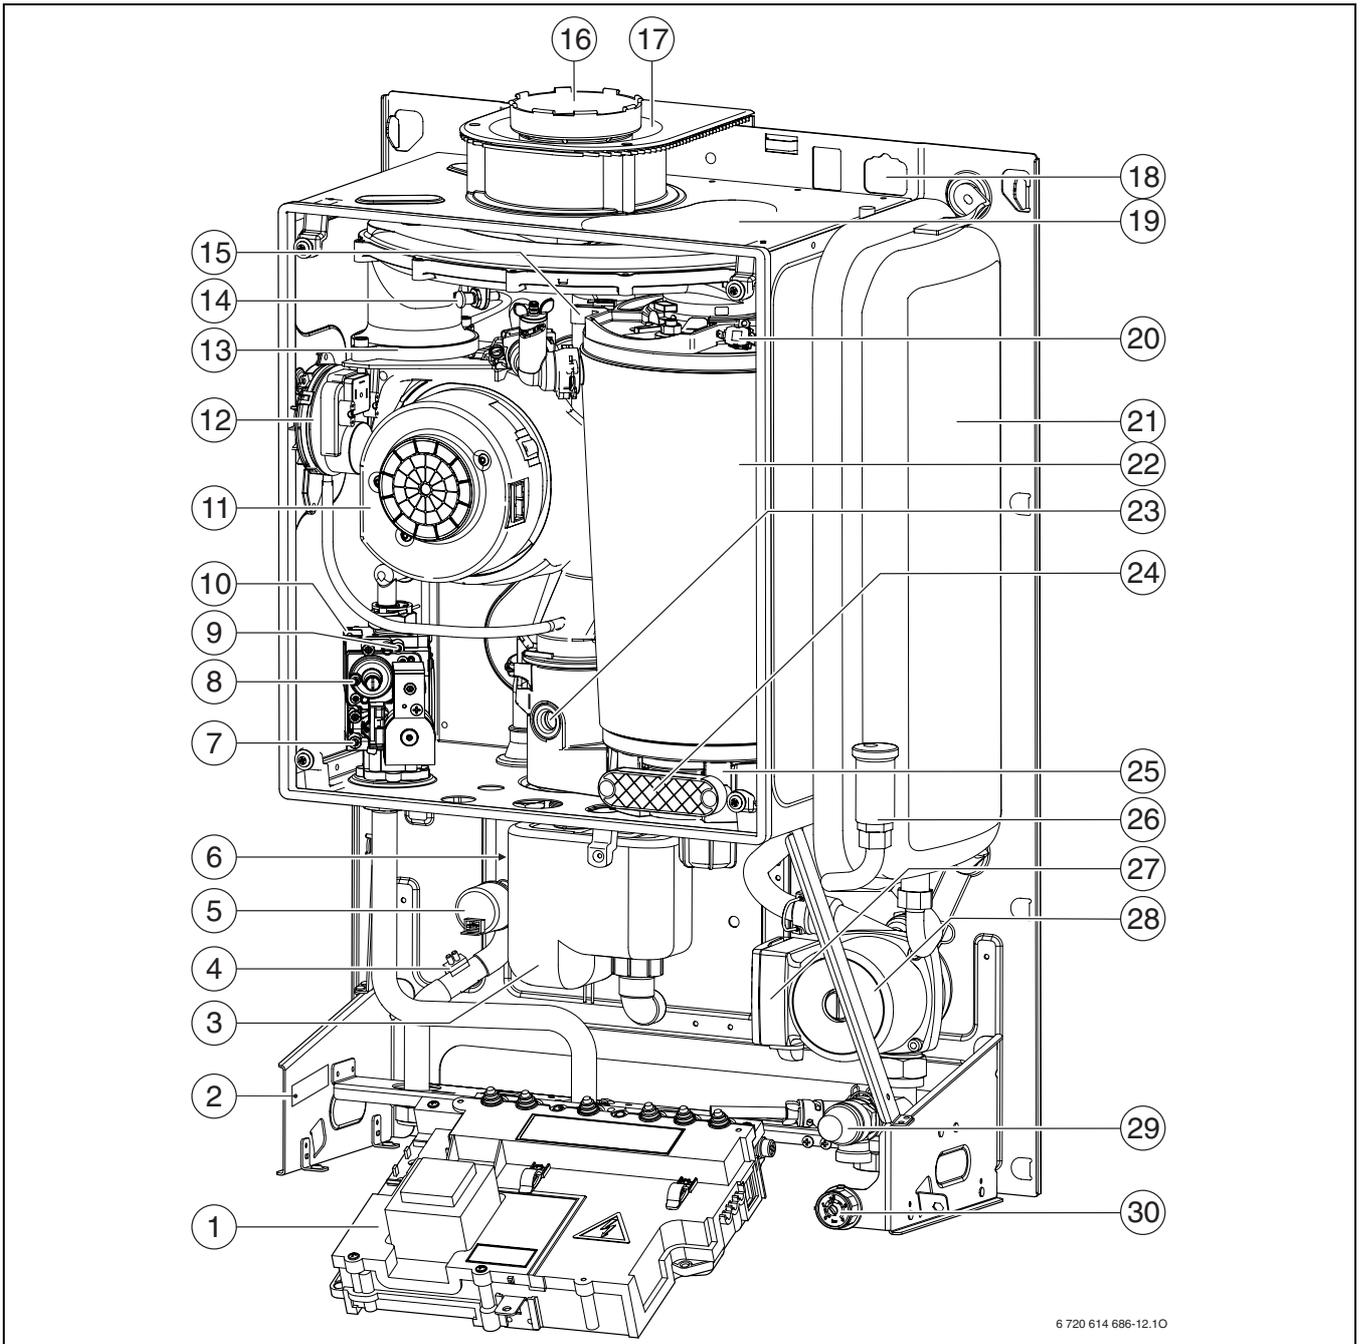

Fig. 5
La targhetta di omologazione (2) è situata a sinistra in basso sulla parete (→ Fig. 5).